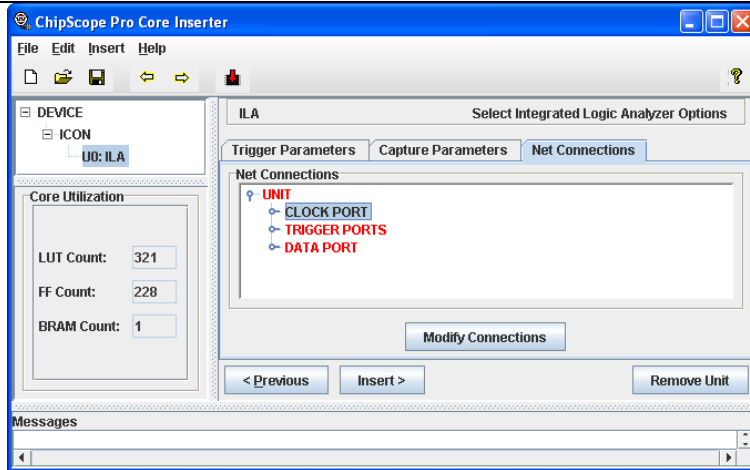
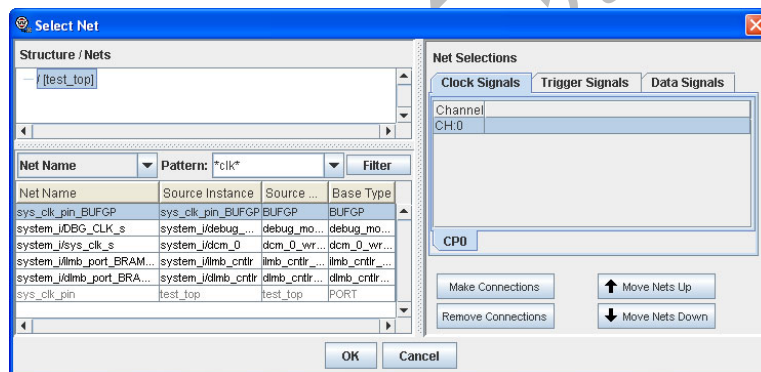

图 2.97 Net Connections 设置窗口
图 2.98 ChipScope Inserter 中连接信号
(5) Net Connections 设置窗口用来连接采样时钟、触发信号以及需要观察的数据信号，如图2.97所示，图中红色的部分表示没有全部连接。
单击【Modify Connections】按钮，弹出“Select Net”对话框，设计者可以在此选择采样时钟，触发信号和需要观察的数据信号。如图 2.98 所示，在右边的“Net Selections”窗口中，3 个选项卡“Clock Signals”、“Trigger Signals”和“Data Signals”分别用来连接采样时钟、触发信号和采样观察信号。左边的【Filter】按钮可以用来筛选需要的信号，筛选信号使用的关键字支持通配符。分别点选左边的信号名和右边的网络名，单击【Make Connections】按钮即可将对应信号相连。连接完以后，单击【OK】按钮回到图 2.97 所示的窗口，此时“Net Connections”窗口中的各个部分变成黑色，表示完成连接。
(6) 在图 2.97 所示的窗口中单击【Insert】按钮，在弹出的确认对话框中单击【是 (Y)】按钮，在“Messages”对话框中会出现以下信息，表示完成插入 ChipScope CORE。